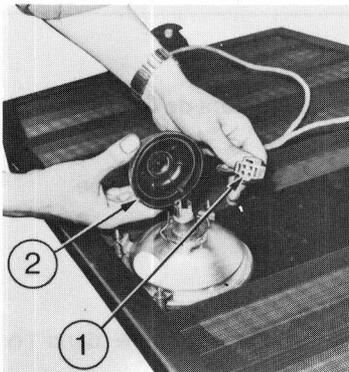
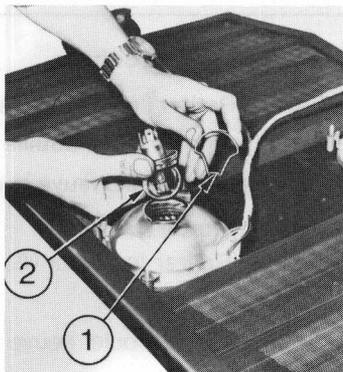

Fig. 38
Fig. 39
- 2 – Débrancher la fiche sur l'ampoule (1 fig. 38).
- 3 – Déposer le capuchon en caoutchouc (2).
- 4 – (Fig. 39). Dégager l'agrafe (1) et déposer l'ampoule (2).